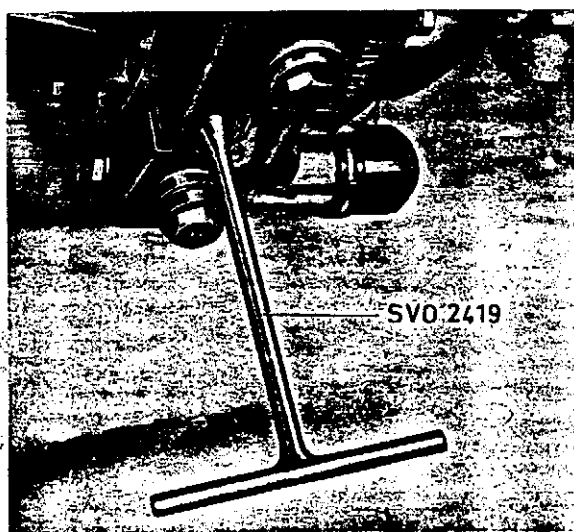
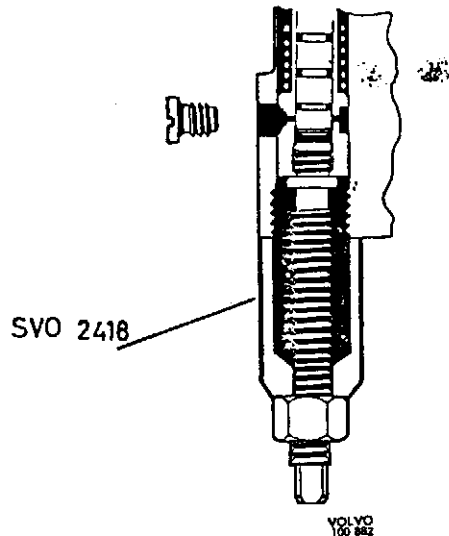

Abb. 11 Ausbau des Ventilsitzes, Ölpumpe
Abb. 12 Ausbau der Ölpumpe
2. Schraube unter der Ölpumpe lösen, Feder (8) sowie Kugel (6) herausnehmen. Ventilsitz (7) mit Schlüssel SVO 2419 lösen, siehe Abb. 11. Teile reinigen und kontrollieren.
4. Die Pumpe wird folgendermaßen ausgebaut: Die Schraube, die die Pumpe festhält, durch das Loch im Verlängerungsstück (58) lösen. Abziehvor- richtung SVO 2418 am Ventilsitz festschrauben und Pumpe herausziehen, siehe Abb. 12.
8. Schrauben abnehmen und die Teile des Manöverventils, Reduzierventils und Auslaufventils der Ölpumpe herausnehmen. Sicherungsschraube entfernen und Ölpumpe herausnehmen. Wenn die Pumpe fest sitzt, Ventilsitz mit Schlüssel SVO 2419 ausbauen, siehe Abb. 11. Danach die Pumpe mit der Abziehvorrichtung SVO 2418 herausziehen, siehe Abb. 12.